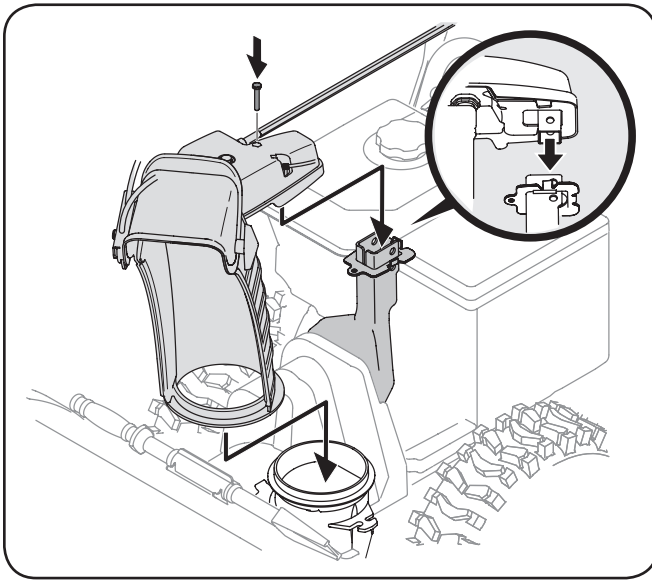

Figure 3-5
3. Placez la goulotte sur la base de goulotte. Assurez-vous que la tige de commande est placée sous le tableau de commande. Insérez le boulon retiré antérieurement sans le fixer avec l'écrou papillon. Voir Figure 3-5.